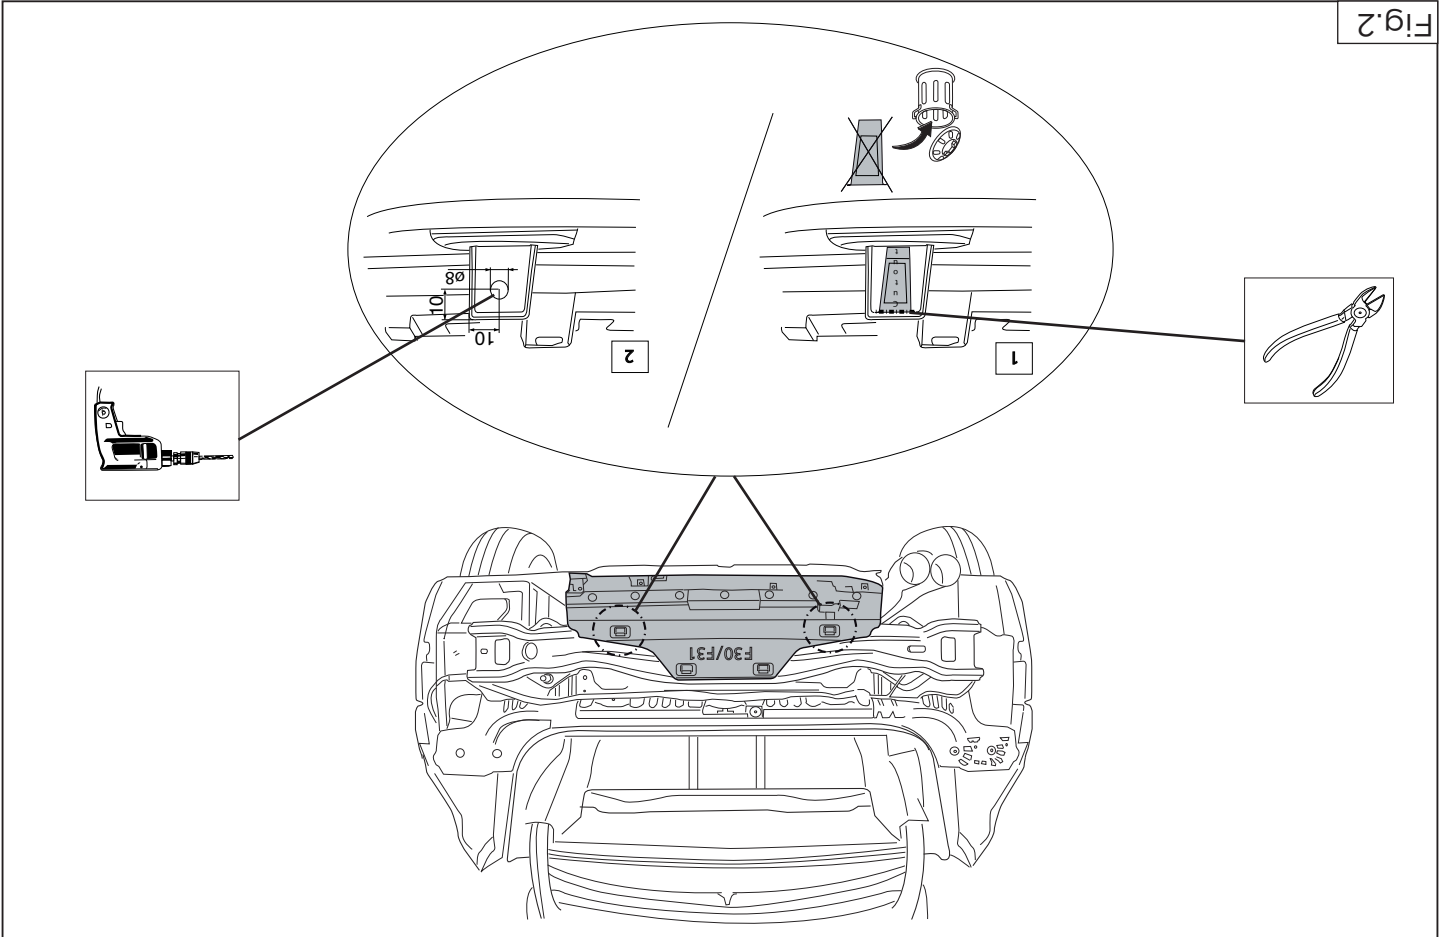

Fig.2
4. Boor in de kunststof kap de gaten B Ø 8mm. zie fig. 2.
4. Drill the holes B (Ø8mm) in the plastic cap. See fig. 2.
4. Bohren Sie die Löcher B (ø 8 mm) in die Kunststoffkappe, siehe Abb. 2.
4. Просверлить в брызгном бруске отверстие B ø 8 мм, см. рис. 2.